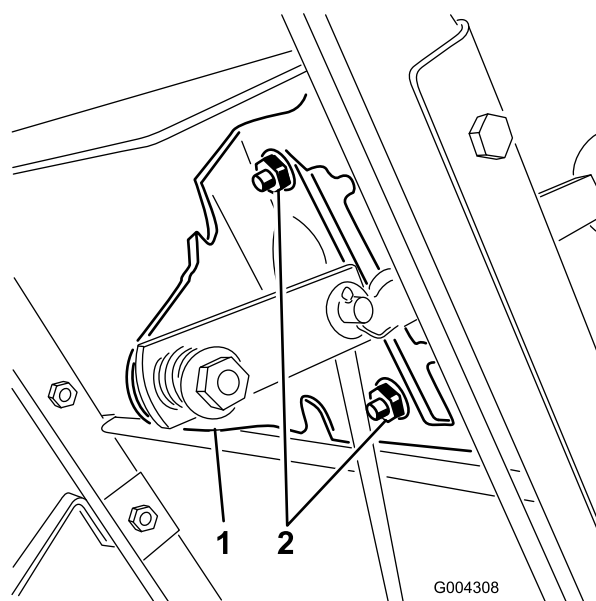
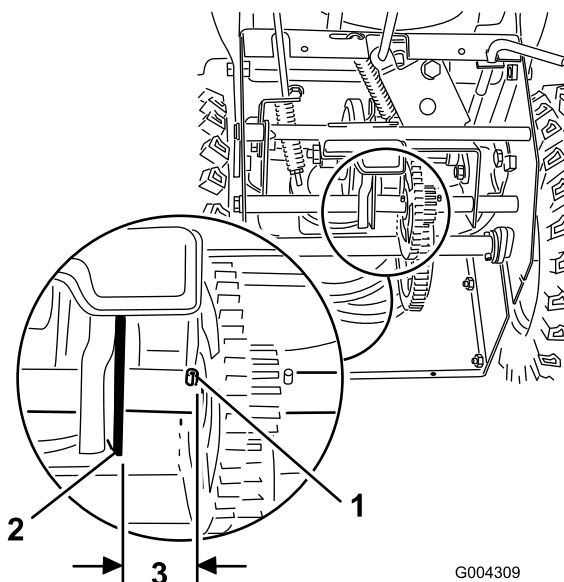

Рисунок 23
Рисунок 24
4. Ослабьте затяжку гаек, которые крепят щиток переключателя скоростей к пульту управления (Рисунок 23).
Примечание: Узел привода должен находиться на расстоянии 3 мм от цилиндрического штифта; в противном случае сдвиньте щиток переключения скоростей (Рисунок 23) так, чтобы зазор был равен 3 мм; см Рисунок 24.